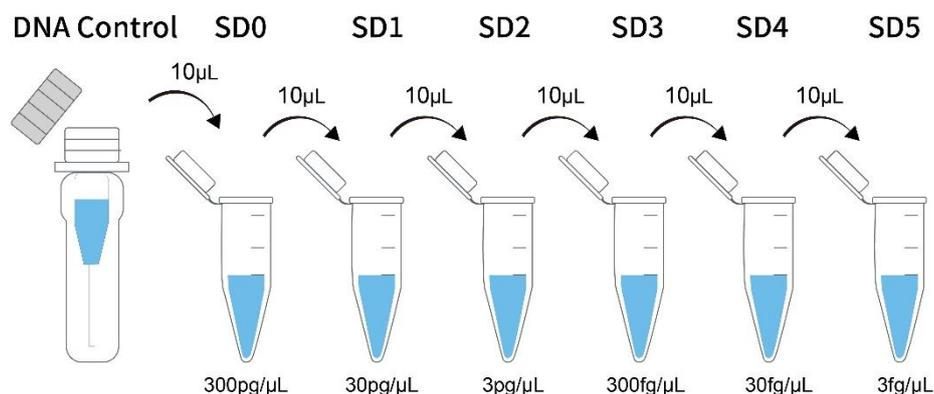

图 1: DNA 定量参考品(DNA Control)倍比稀释示意图
- 如图 1 所示: 在低吸附离心管中加入 **90μL** 参考品稀释液 (Dilution Buffer) 和 **10μL** Vero DNA 定量参考品(DNA Control)稀释至 300pg/μL, **充分涡旋振荡(20-30s)**混匀后离心备用; 按此方法继续依次 10 倍倍比稀释至 30pg/μL, 3pg/μL, 300fg/μL, 30fg/μL, 3fg/μL, **注意: 每稀释 1 个梯度必须充分混匀后再向下稀释, 保证稀释的均匀准确。**